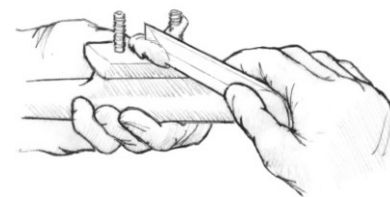

Figure 17 Appliquez une couche d'époxyde épaissit sur le fond du matériel et sur les fils de fixation.
4. Injectez un mélange non coulant d'époxyde/404 ou 406 dans le trou. Utilisez une quantité suffisante du mélange pour éviter tout vide dans le trou après insertion de la fixation. Mettez une couche d'époxyde épaissit sur la partie inférieure du matériel et sur les fils de fixation (Fig. 17).